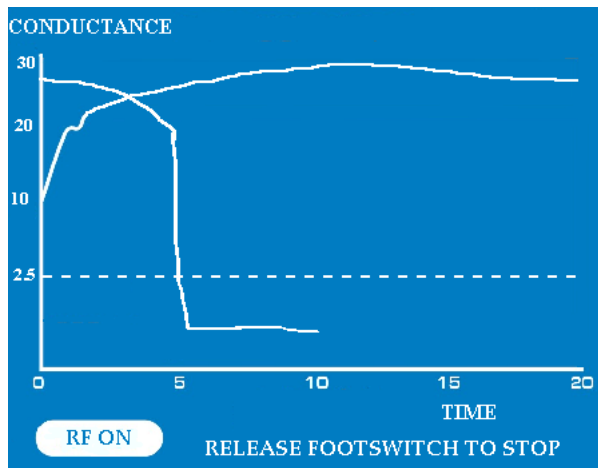

Figura 10: Gráfico de condutância encapsulado a indicar o modo RF ON para pinças Synergy
2. Pressione e mantenha pressionado o pedal para iniciar a saída de energia de RF. A saída de energia de RF é interrompida libertando o pedal ou ao fim de 40 segundos contínuos de fornecimento de energia. O ecrã de visualização da ASU indicará que o gerador de RF está no modo RF ON (consulte a **Figura 10**). O indicador RF ON no painel frontal da ASU fica iluminado a azul.
condutância, o Gerador determina quando a condição de transmuralidade foi alcançada. Se a condição de transmuralidade não for atingida no período de 20 segundos apresentado no gráfico de condutância de tecidos, o gráfico encapsula um segundo ecrã e apresenta uma continuação da condutância durante um máximo de 20 segundos adicionais (consulte a **Figura 10**).